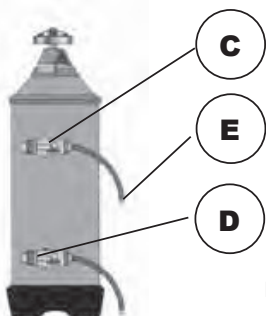
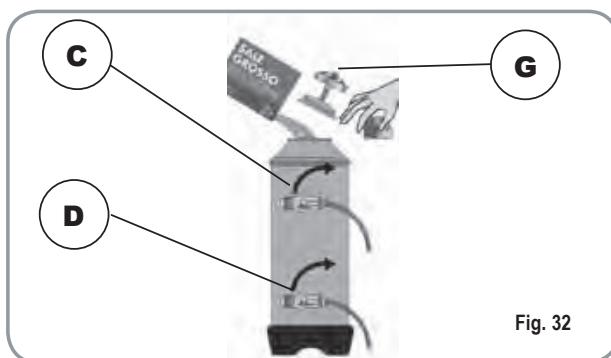

Fig. 31
Fig. 32
1) Eteindre la machine et placer un récipient d'une capacité d'au moins 5 litres sous le tube E (Fig. 31). Tourner les leviers C et D de gauche à droite; retirer le bouchon en dévissant la poignée G et introduire 1 Kg de gros sel de cuisine (Fig. 32).